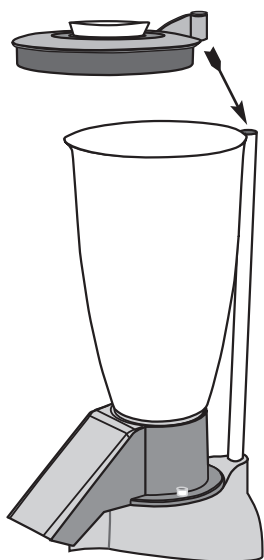
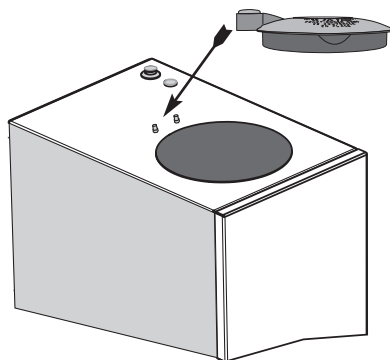

Fig. 5
Fig. 6
4. Para el modelo V90, introducir la tapa haciendo que coincida el sensor magnético con la punta de la varilla de acero (Fig. 5). Para el modelo V100, introducir la tapa colocando el sensor magnético entre los dos tornillos de posicionamiento (Fig. 6).